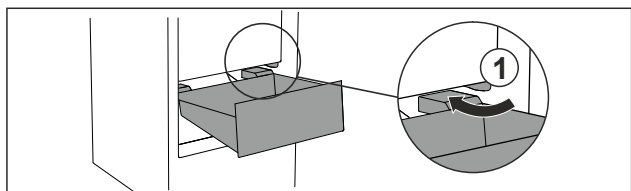

Fig. 98
- Lade schuin rond de stoppers Fig. 98 (1) leiden.